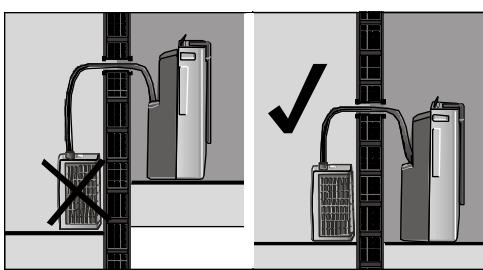

Fig. 12
- Por último, verifique que a mangueira flexível de união de ambas as unidades não está **esborrachada ou aprisionada**, que a diferença de altura entre as unidades não supera os 1,5 m. Fig. 11 e que a unidade exterior não se encontra a um nível inferior que a unidade interior, Fig. 12.